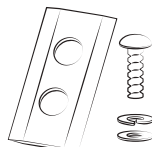

Рис. 20 Обслуживание ножей
2. Переверните газонокосилку, при необходимости удалите застрявшие предметы (Рис. 20).
4. Открутите винты крепления снимите неисправные ножи (Рис. 20).